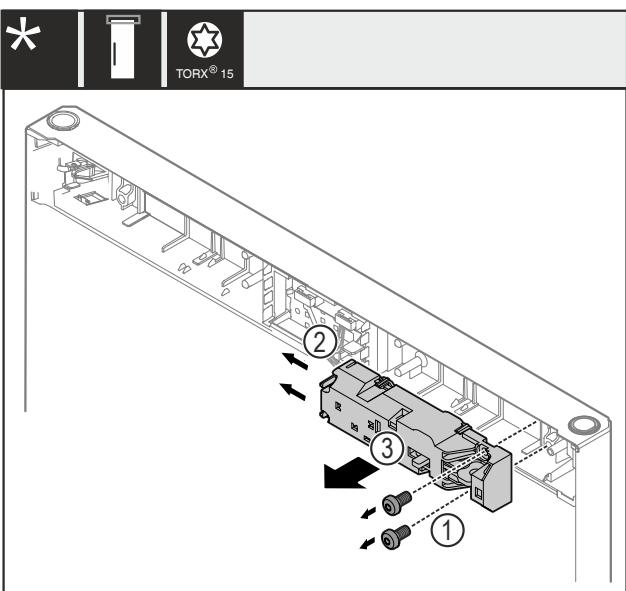

Fig. 20
- Зніміть гвинти Fig. 20 (1).
- Фіксувальний виступ Fig. 20 (2) відтиснути вбік і зняти дистанційний замок Fig. 20 (3).